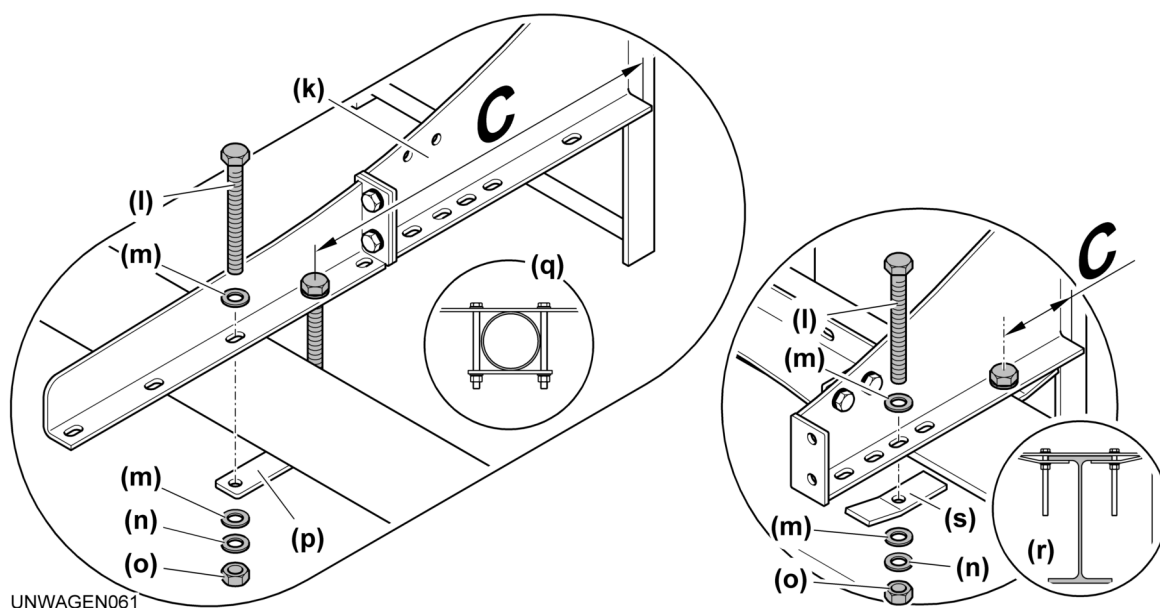

Fig. 205: Montagemaß „C“
- ▶ Klemmwirkung erhalten: Auf korrekte Einbaulage der Bleche (s) achten (siehe: Fig. 205, Seite 243).